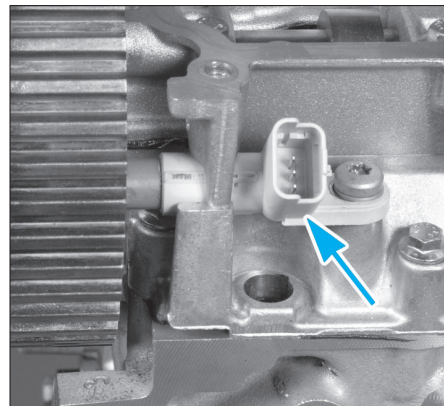

Fig. 45
- Déposer le capteur de position d'arbre à cames (Fig.45).